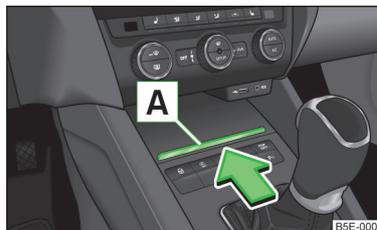

Abb. 68
- › Auf die Deckelkante **A** » Abb. 68 in Pfeilrichtung drücken.